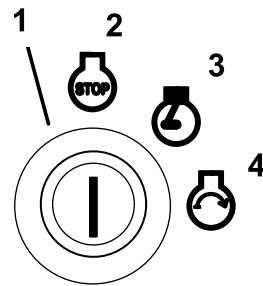

Figura 14
6. Gire la llave de contacto en el sentido de las agujas del reloj a la posición marcha (Figura 14).
9. Gire la llave a la posición de arranque, y el indicador de la bujía volverá a encenderse. Cuando el motor arranque, suelte la llave (Figura 14).
2. Gire la llave de contacto en el sentido de las agujas del reloj a la posición marcha (Figura 14).
4. Gire la llave de contacto a la posición Desconectado (Figura 14). Espere a que se detengan todas las piezas en movimiento antes de abandonar el puesto del operador.